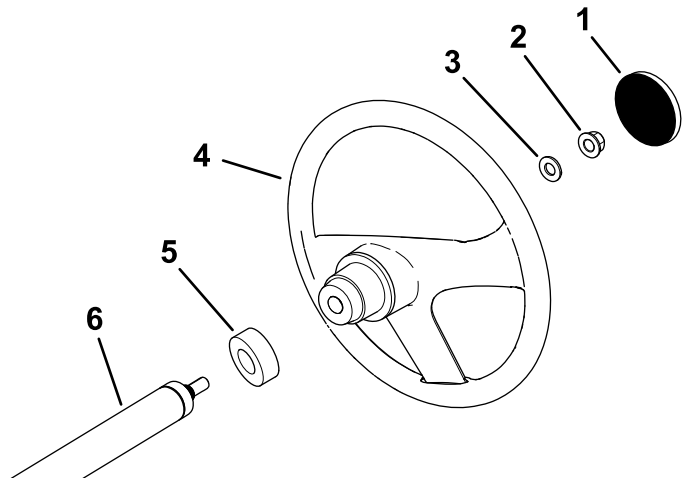

Figura 3
1. Si la tapa está instalada, retírela del centro del volante (Figura 3).
2. Retire la contratuerca (1/2") de la columna de dirección (Figura 3).
3. Coloque el volante, el protector de polvo y la arandela (1/2") sobre el eje de dirección (Figura 3).
5. Instale la tapa en el volante (Figura 3).